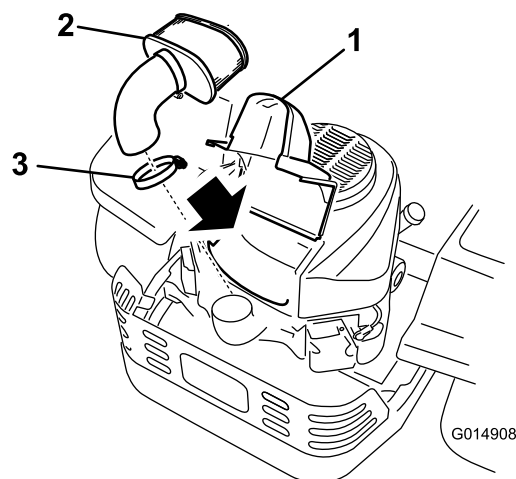

Figure 28
3. Nettoyez la surface autour du couvercle du filtre à air pour éviter que des impuretés ne s'introduisent dans le moteur et l'endommagent. Soulevez le couvercle et déposez le collier qui fixe l'ensemble filtre à air au moteur (Figure 28).
4. Desserrez le collier de flexible et retirez l'élément en papier (Figure 28).